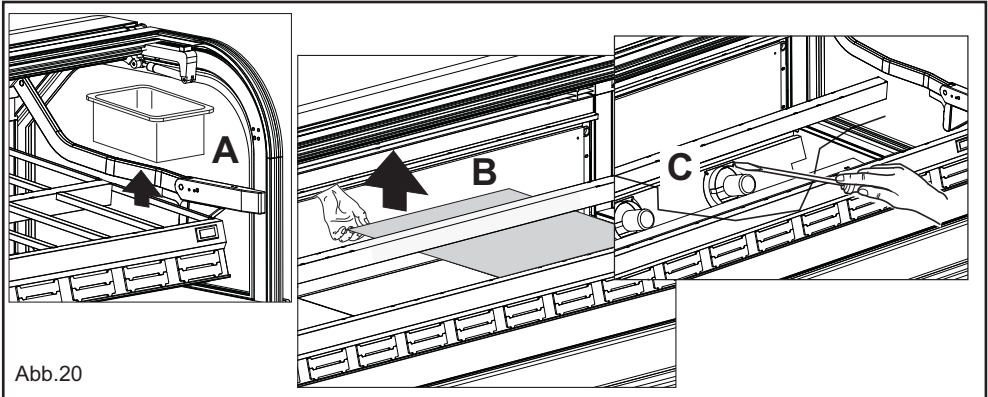

Abb.20
- Die Schalen entfernen (Abb. 20 pos. A);
- Die inneren Schutzebenen entfernen (Abb. 20 pos. B);
- Die Befestigungsschrauben des Lüfters lösen (Abb. 20 pos. C) und aus ihrem Sitz entfernen nachdem er elektrisch getrennt wird.